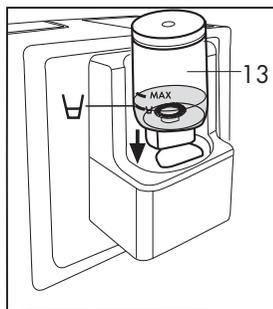

Fig. 12
Ponga en el vaso la leche según la cantidad deseada, sin superar el nivel  indicado en el vaso. Coloque completamente el vaso con la batidora (13) en su sede (Fig. 12)
• Pulse la tecla  (G) para la leche espumada caliente.